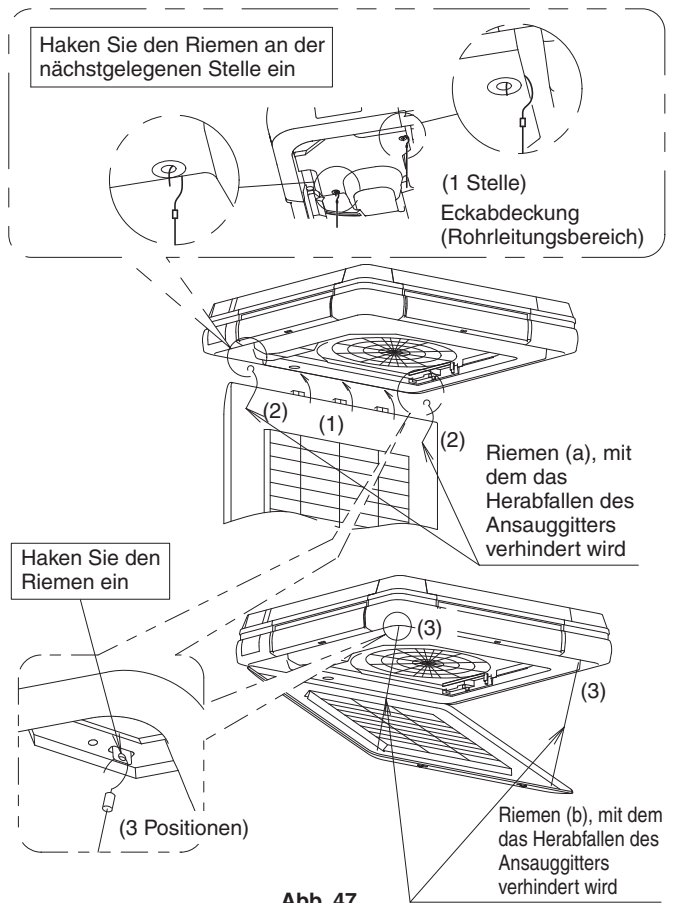

Abb. 47
- Nach dem Anbringen des Ansauggitters in umgekehrter Reihenfolge als der im Abschnitt "4. VORBEREITUNGEN VOR DER INSTALLATION-(3)" beschriebenen (Siehe **Abb. 47-(1)**), haken Sie den Riemen (a) ein, um ein Herabfallen des Ansauggitters zu verhindern. (Siehe **Abb. 47-(2)**)
- Haken Sie den Riemen (b) ein, um ein Herabfallen des Ansauggitters zu verhindern. (Siehe **Abb. 47-(3)**)